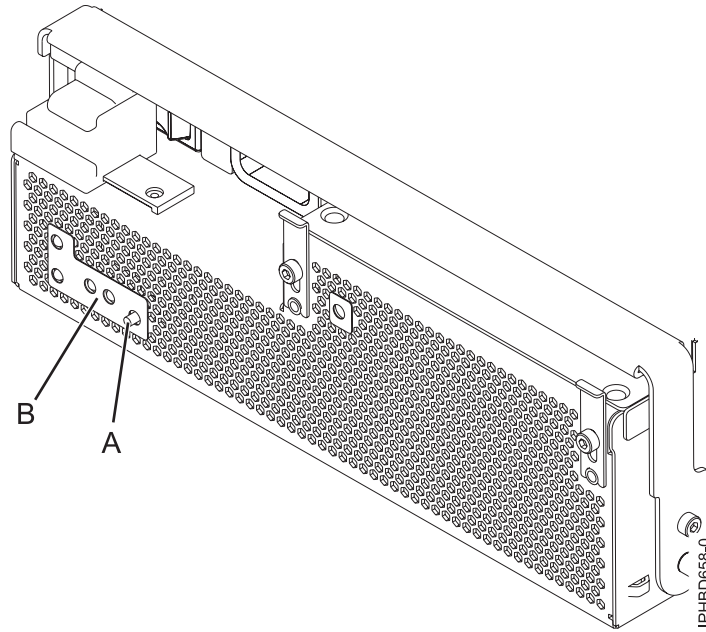
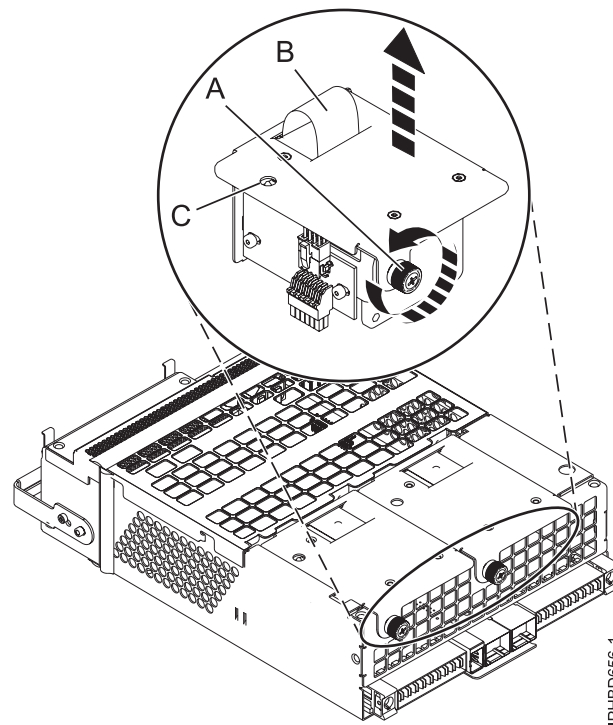

Figure 10. Bouton d'identification du ventilateur et voyant d'incident ventilateur
Figure 11. Retrait du ventilateur d'un bloc d'alimentation
Remarque : Si un ventilateur est défaillant, le voyant orange d'incident ventilateur à l'avant du bloc convertisseur autonome (OCA, Offline Converter Assembly) (**B**), illustré à la figure 10, à la page 13, est allumé de manière fixe.
- a. Identifiez le ventilateur défaillant en appuyant sur le bouton d'identification du ventilateur (A) comme illustré à la figure 10. Un voyant d'incident ventilateur orange (C) allumé de manière fixe à droite ou à gauche, comme illustré à la figure 11, indique un ventilateur défaillant.
- b. Dévissez la vis moletée (A) qui fixe le ventilateur au bloc d'alimentation, comme illustré à la figure 11.
- c. Utilisez la poignée du ventilateur encastré (B) pour extraire le ventilateur du bloc d'alimentation comme illustré à la figure 11, à la page 13.